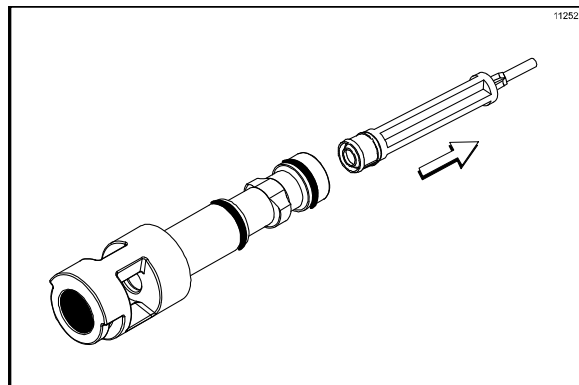

Рисунок 102
7. Снимите ведомый спиннер с клапана раздачи, удерживая раздаточный клапан и вытягивая ведомый спиннер. Снимите уплотнение вала спиннера. (См. рис. 102)